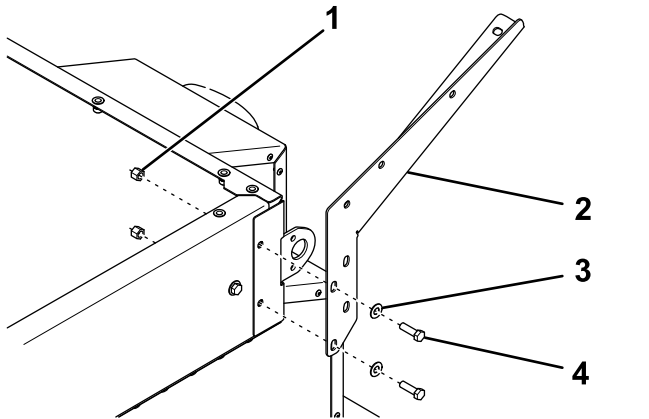

Figura 2
3. Sujete una placa lateral a cada esquina de la tolva usando 2 pernos, arandelas y contratuercas (Figura 2).